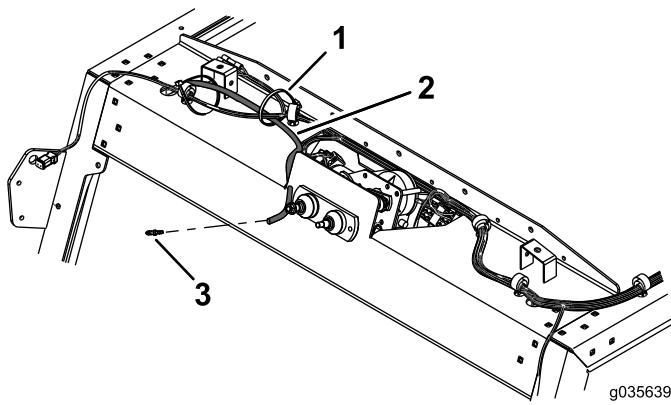
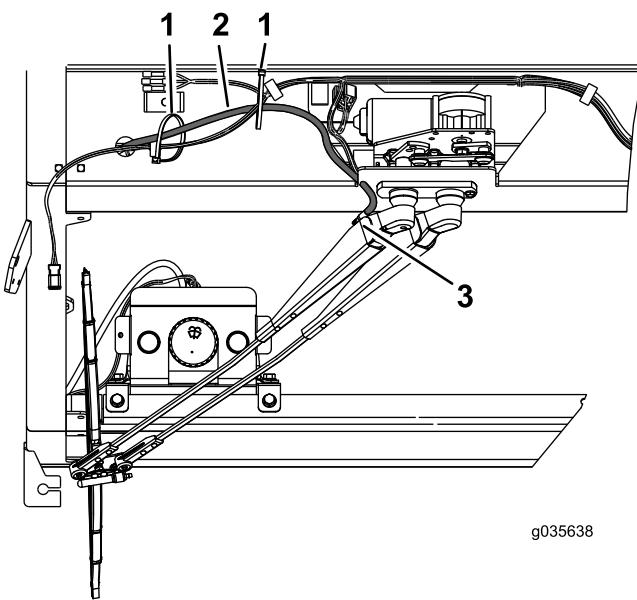

Figura 10
Figura 11
7. Montate la dentellatura del flessibile nel flessibile del motore della pompa e collegatelo al braccio del tergilavoro (Figura 10 e Figura 11).
8. Fissate il flessibile al cablaggio preassemblato con fascette per cavi, come illustrato nella Figura 11.